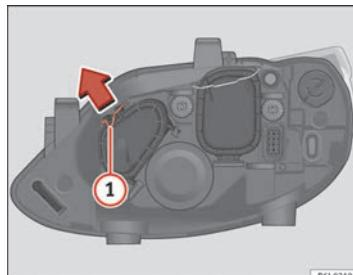

Fig. 149 Luz de posición
- Desplace el tirante **①** en el sentido de la flecha y saque la tapa **⇒ fig. 149**.